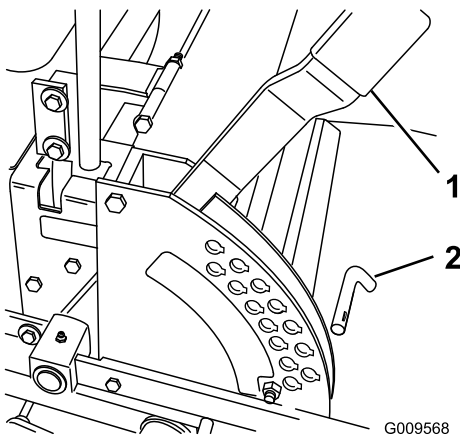

Figura 28
1. Levante la palanca de ajuste de la altura de corte a la posición de **TRANSPORTE** (que es también la posición de altura de corte de 127 mm (5")) (Figura 28).
2. Para ajustar la altura de corte, retire el pasador del soporte de altura de corte (Figura 28).
3. Seleccione el taladro del soporte de altura de corte que corresponde a la altura de corte deseada, e inserte el pasador (Figura 28).